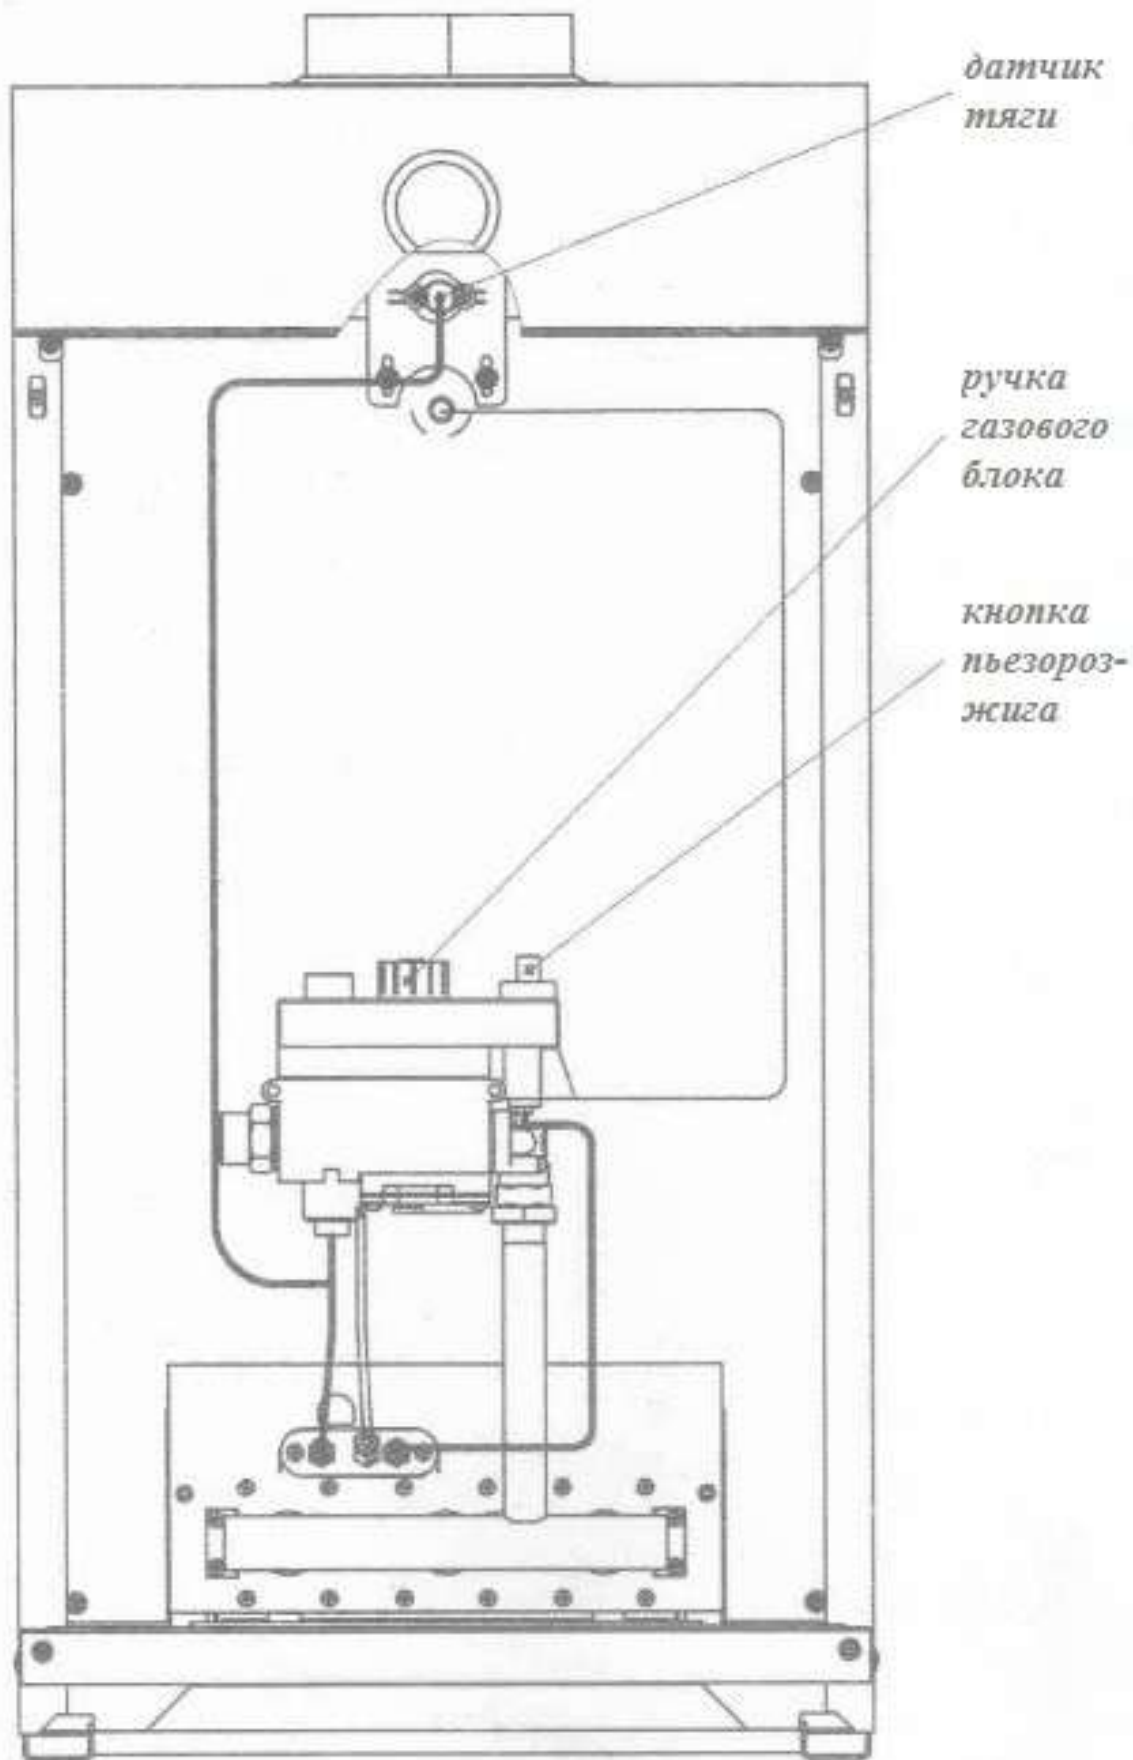

Рис.9. Особенности КОГВ «STRATTOS»20-30 кВт (дверца не показана)
- 8.3.2. Нажать на кнопку «Розжиг» до упора и, удерживая её, произвести 2-3 нажатия на кнопку пьезорозжига (см. рис.9). Допускается розжиг производить спичкой через смотровое окно.